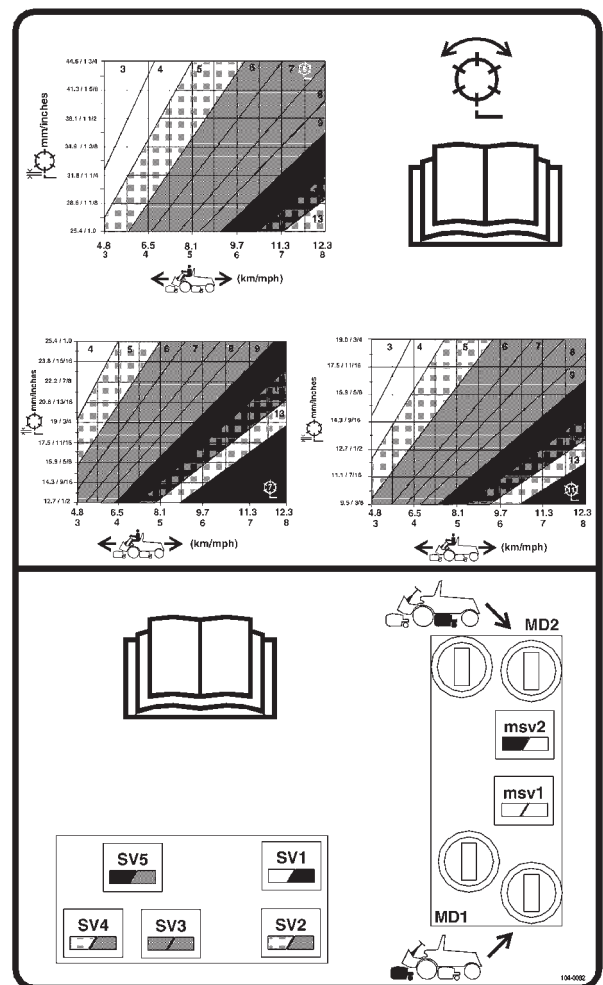

Figure 27
3. A l'aide du graphique approprié (Fig.27) pour les plateaux de coupe à 5, 7 ou 11 lames, déterminez le réglage de vitesse des cylindres.